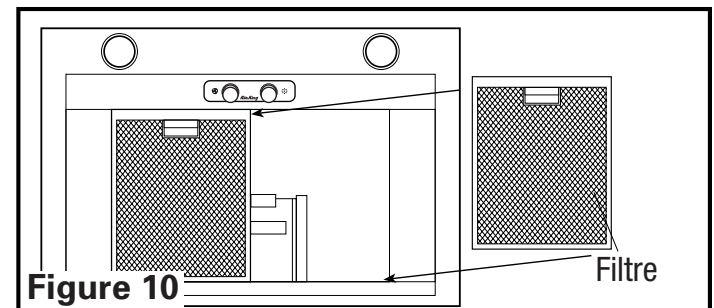

Figure 10
**Filtres de graisse :** Si la hotte sera ventilée à l'extérieur de la maison, installez les filtres de graisse fournis avec la hotte en glissant la languette à l'arrière du filtre dans la fente dans la hotte. Tout en tenant la poignée du filtre, soulevez le filtre en place et relâchez la poignée. Le filtre devrait se casser solidement dans l'endroit (Figure 10).